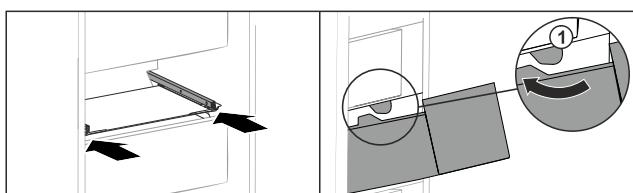

Fig. 168
- Обведите выдвижной ящик вокруг стопора Fig. 168 (1).